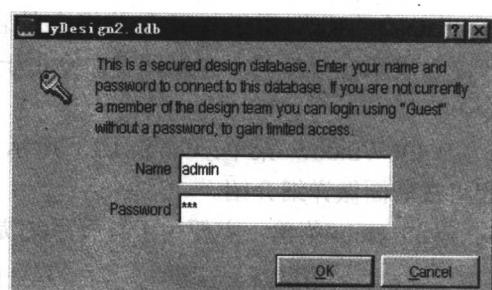

图 1.9 输入用户名和密码的对话框
③ 如果对设计数据库设置了密码，则系统弹出如图 1.9 所示的要求输入用户名和用户密码的对话框。